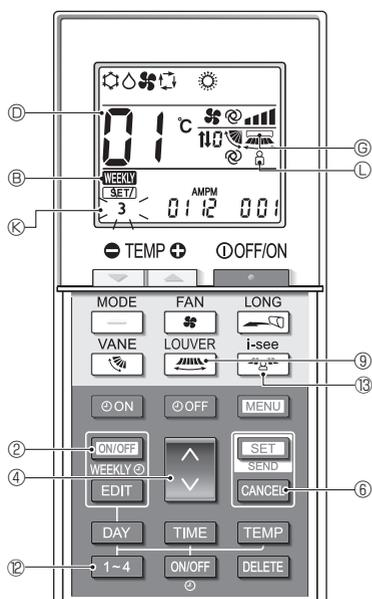
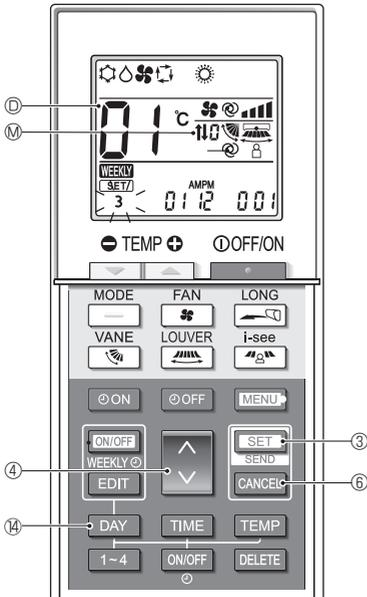

Fig. 6-4
Fig. 6-5
(Fig. 6-4, Fig. 6-5)
* Si le réglage est incorrect, appuyez sur la touche **CANCEL** ⑥ et répétez la procédure à partir de l'étape 1.
6.6. Achèvement du réglage (Fig. 6-5)